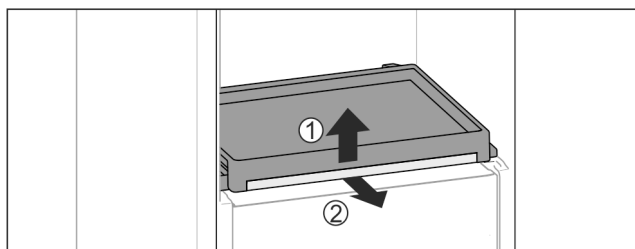

Fig. 111
- Auszugsbord mit Glasplatte entnehmen: Glasplatte vorne leicht anheben Fig. 111 (1) und nach vorne herausziehen Fig. 111 (2).